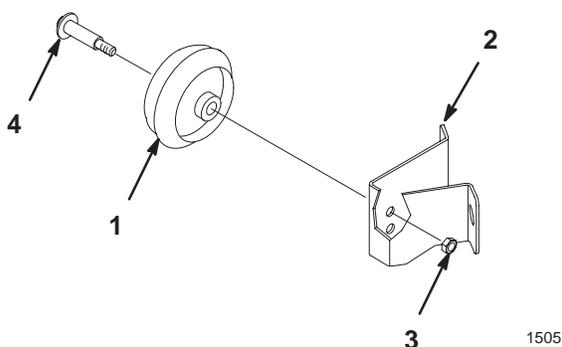

Abbildung 6
1. Zur Änderung der Höhe der Mähwerk-vorderräder die Radhalteschraube entfernen und das Rad in einem anderen Montageloch anbringen (Abb. 6).
2. Das obere Loch für die niedrigste Schnitthöhe und das untere Loch für höhere Schnitthöhen verwenden (Abb. 6).